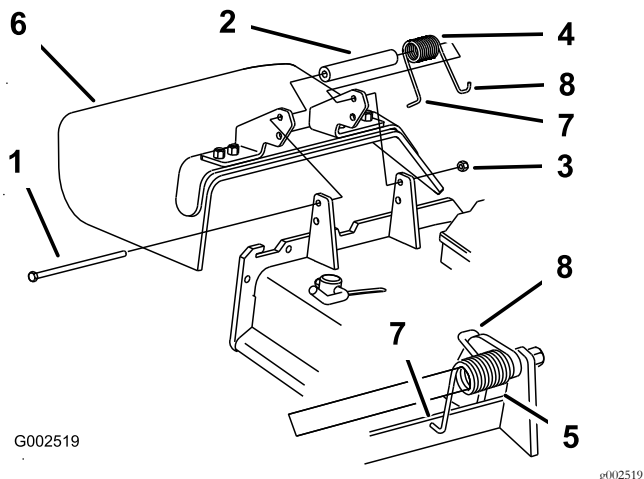

Figure 91
1. Retirez le contre-écrou, le boulon, le ressort et l'entretoise qui fixent le déflecteur aux supports de pivot (Figure 91).
- Remarque:** Prenez soin de placer l'extrémité en **L** du ressort derrière le bord du tablier avant de mettre le boulon en place, comme indiqué à la Figure 91.
5. Accrochez l'extrémité en **J** du ressort au déflecteur d'herbe (Figure 91).